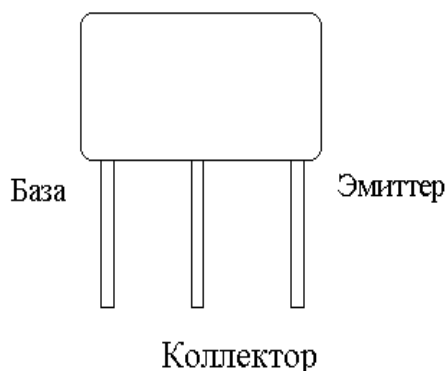
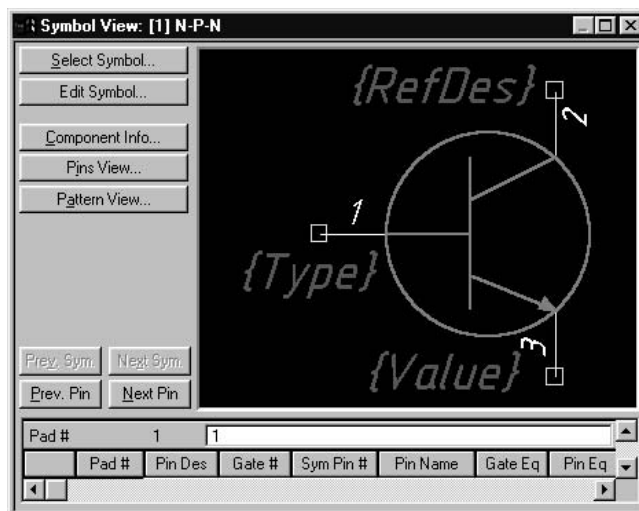

Рис.4.4.4
Рис.4.4.5
• В диалоговом окне **Component Information** нажать кнопку **Pin Views**. В результате появится заготовка таблицы упаковочной информации (табл.4.4.1). Заполнять эту таблицу необходимо в соответствии с цоколевкой элемента (рис.4.4.4). Нопрежде, чем заполнять таблицу, уточним нумерацию контактов транзистора. Для этого нажать на кнопку **Symbol View** в верхней части таблицы (рис.4.4.5).